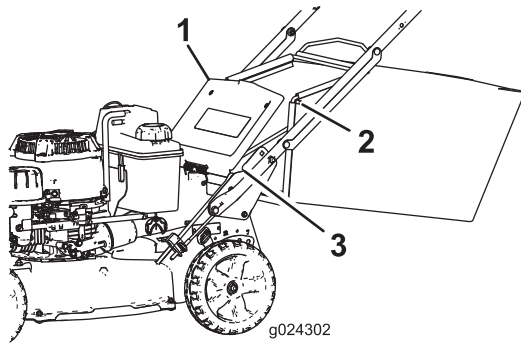

Bild 20
2. Heben Sie die hintere Klappe an und halten Sie sie hoch (Bild 20).
4. Setzen Sie die Enden der Fangkorbstange in die Kerben an der Unterseite des Holms ein und bewegen den Fangkorb nach vorne und hinten, um sicherzustellen, dass die Enden der Stange richtig in den Kerben sitzen (Bild 20).
3. Nehmen Sie die Fangkorbstange am Fangkorb aus den Kerben an der Unterseite des Holms (Bild 20).